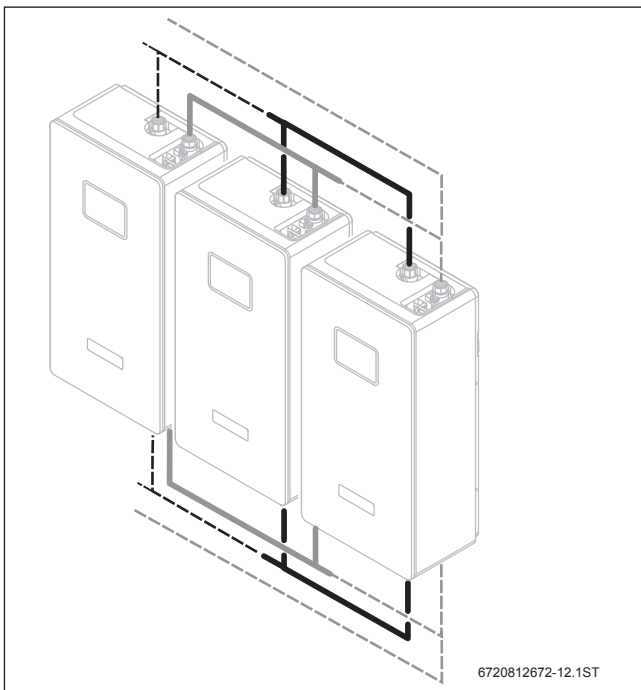

Bild 157 Beispiel: FS120/3 (N) mit Verrohrungsset (Tichelmann-Prinzip)
- [2] Zirkulationsstrang mit Pumpe für FS27/3 (N), FS40/3 (N)
Zur Verbindung der Kaskadenstationen Logalux FS54/3 (N) bzw. FS80/3 (N) ist ein Verrohrungsset erhältlich. Dieses Set macht eine einfache Verbindung bei der Stationen möglich. Die Anschlussseite kann frei gewählt werden. Bei 3er- oder 4er- Kaskaden kann das Verrohrungsset mit einer zusätzlichen bauseitigen Verrohrung (gestrichelt dargestellt) verwendet werden (→ Bild 157, 158 und 159).